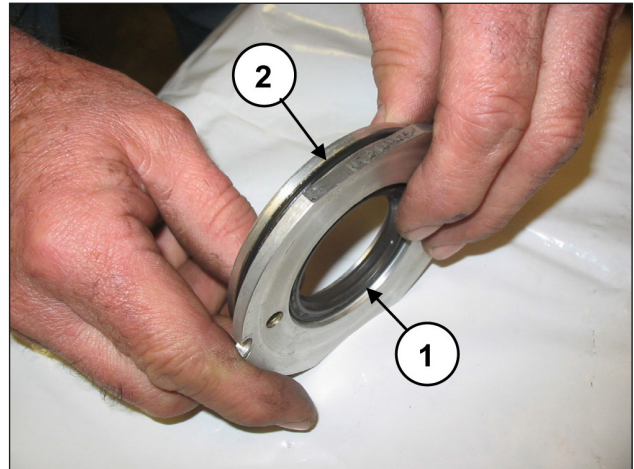

Abb. 120
Ersetzen Sie den Ölabbstreifing (Pos. ①, Abb. 120) und den äußeren O-Ring (Pos. ②, Abb. 120).